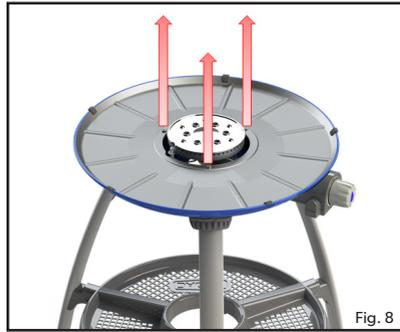

Fig. 8
- Pour remplacer l'injecteur : retirez les trois vis de la plaque de protection thermique (Fig. 8). Retirez la plaque de protection thermique (Fig. 9) en prenant soin de ne pas endommager l'électrode piézo-électrique. L'injecteur peut à présent être retiré à l'aide d'une clé adaptée (Fig. 10). Ne pas utiliser de pince sur l'injecteur car elle pourrait l'endommager et le rendre inutilisable ou impossible à retirer. Visser le nouvel injecteur sur la valve. Ne pas trop le serrer car cela pourrait l'endommager.